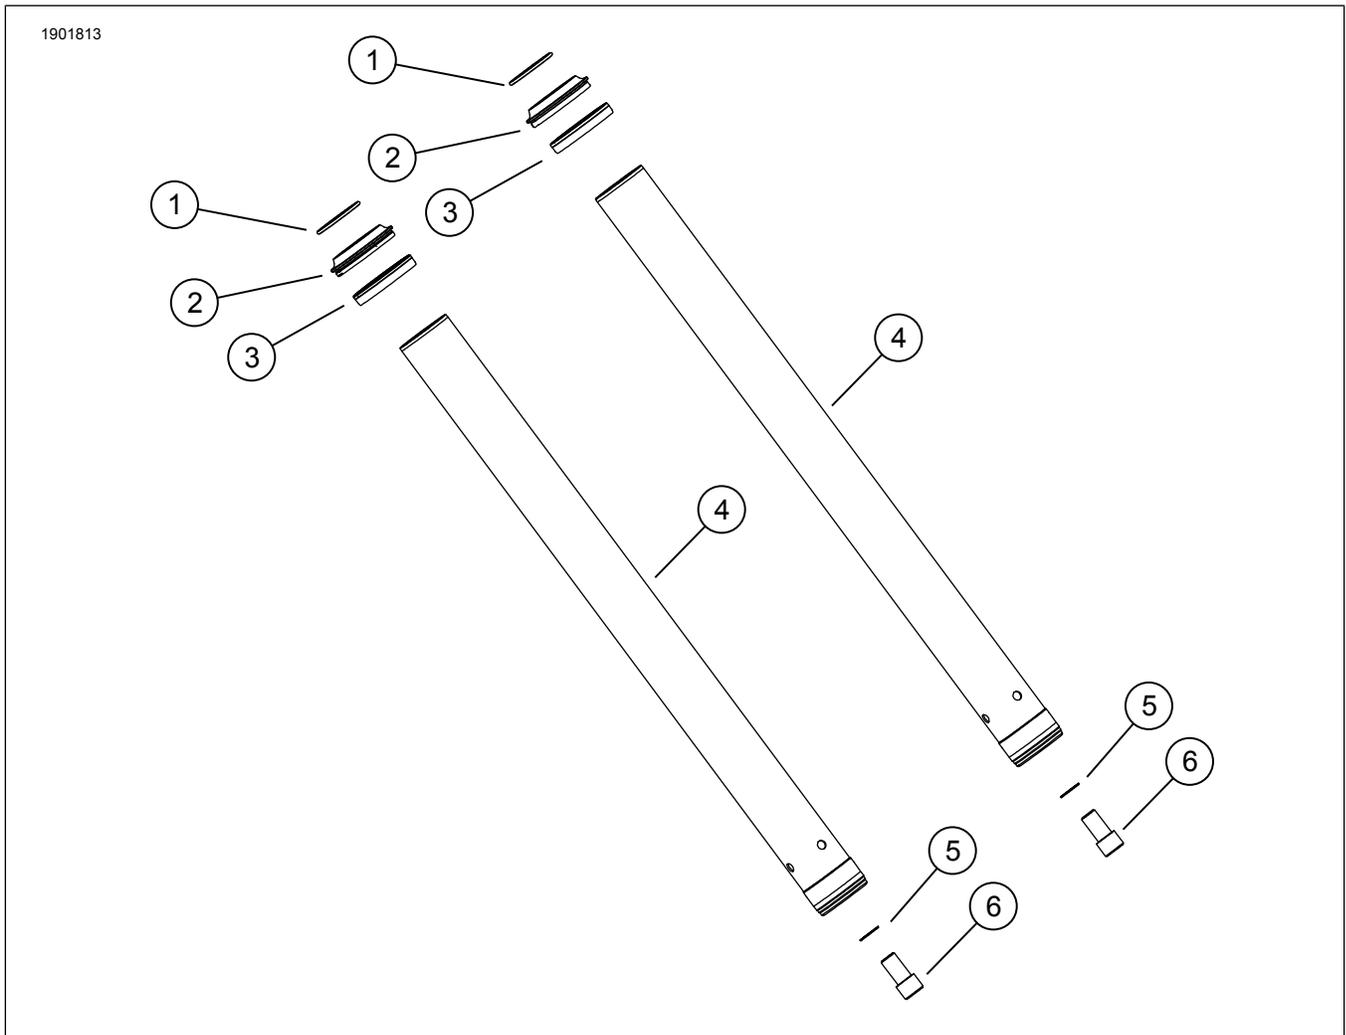

Figure 1. Contenu du kit : Kit tube de fourche standard (DLC) Softail
1. Figure 1 Monter la fourche gauche à l'aide des **nouveaux** éléments du kit. Consulter le manuel d'entretien.